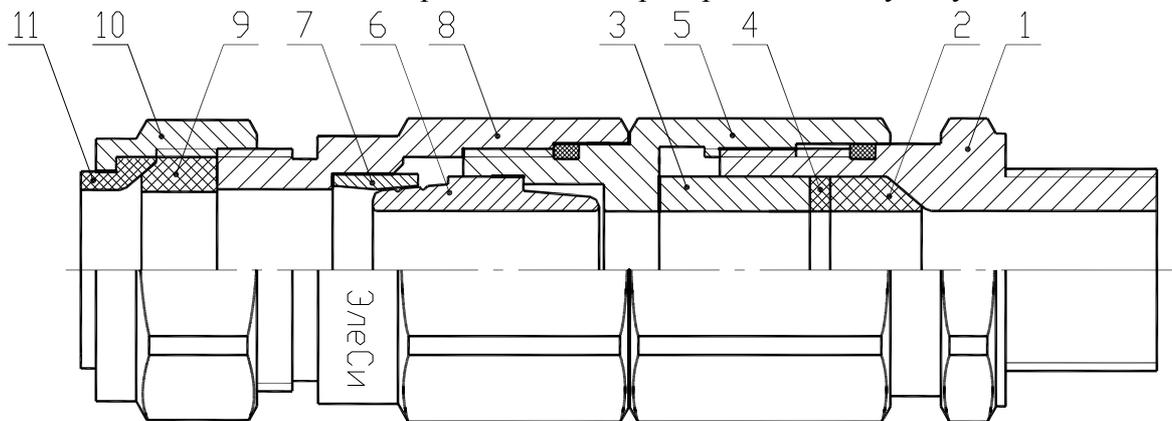

Рисунок 6 – Конструкция кабельного ввода ExCG А для монтажа бронированного кабеля
3.2.3.6 Последовательность ввода бронированного кабеля (см. рисунок 6):